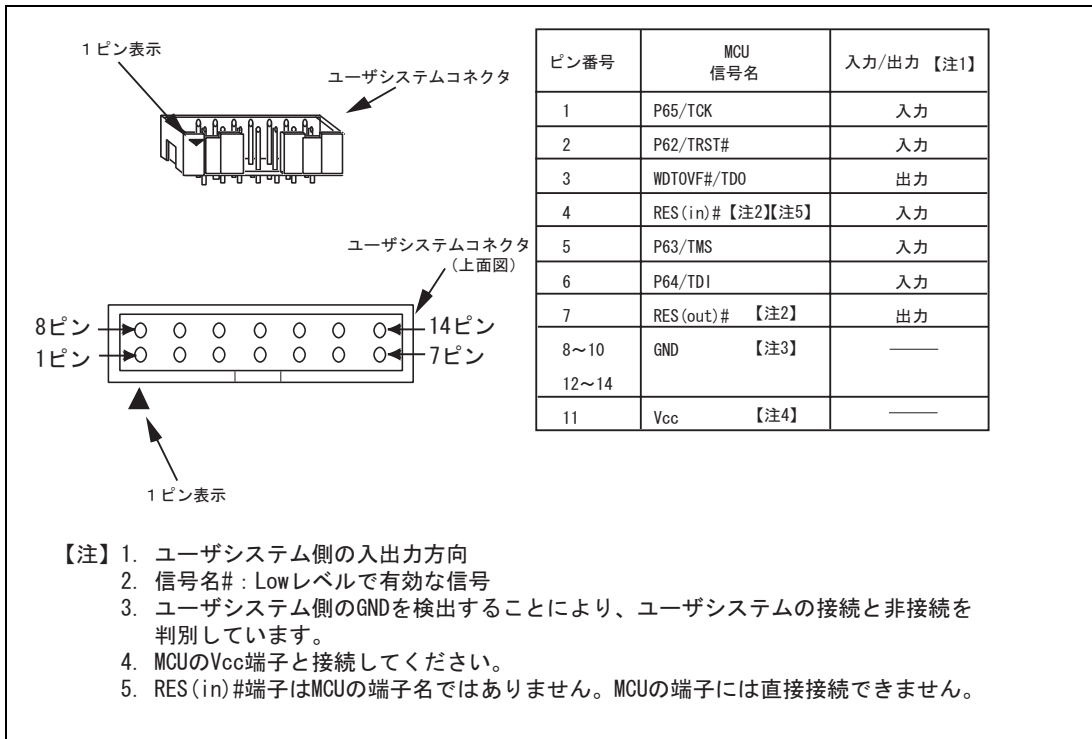

図 1.2 ユーザシステムコネクタのピン配置
ユーザシステムコネクタのピン配置を図 1.2 に示します。
- (4) E10A-USBエミュレータは、1.3章「図1.2」に示す端子を使用して、MCUと通信を行います。これらの信号は基本的には使用できません。
- (5) E10A-USBエミュレータ使用時、MCUの消費電力は数mA上昇します。これは、ユーザシステム電源電圧に通信信号レベルを合わせるため、ユーザ電源でICを駆動しているためです。
- (6) デバッグで使用したMCUは製品に使用しないでください。フラッシュメモリの書き換え回数が増えると、リテンション問題により、数日放置しておいた場合データが消えることがあります。